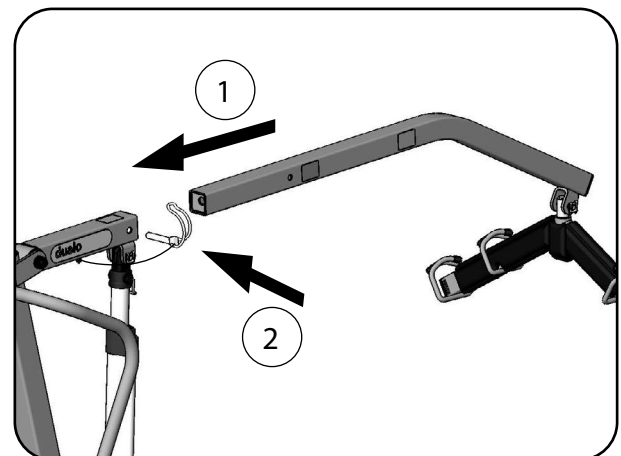

Abb. 8.9.03 - Hebearm standard einstecken
4. Stecken Sie den Hebearm standard in die Hebearmaufnahme (Abb. 8.9.03).
5. Sichern Sie den Hebearm standard mit dem Rohrklappstecker (Abb. 8.9.03).